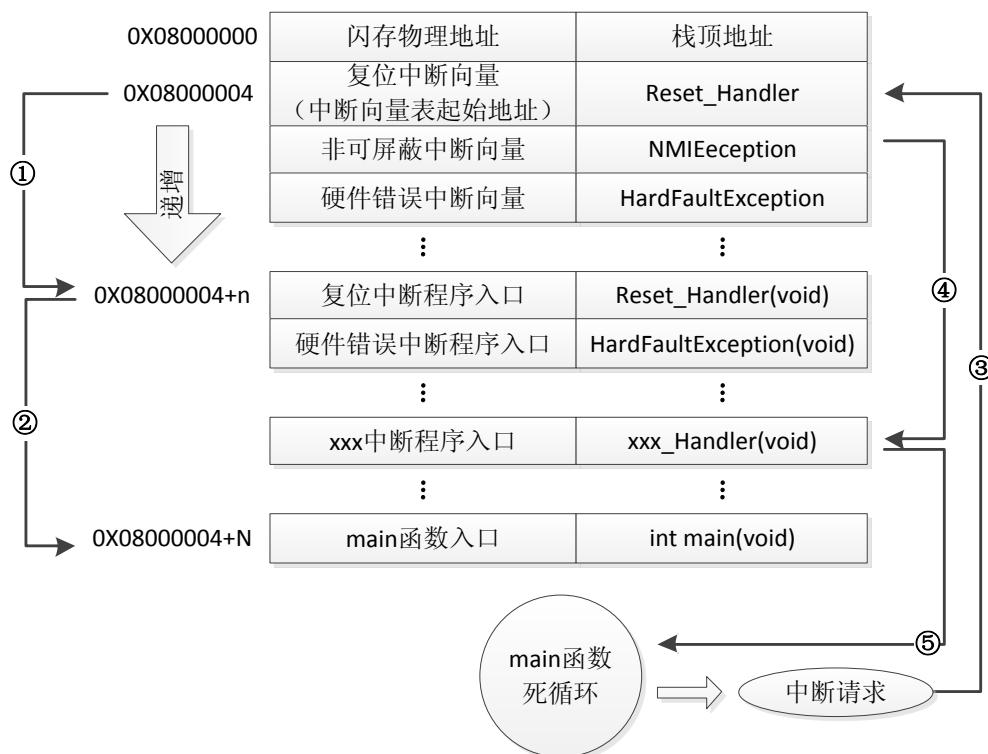

图 37.1.1 STM32 正常运行流程图
我们先来看看 STM32 正常的程序运行流程，如图 37.1.1 所示：
在图 37.1.1 中，STM32 在复位后，先从 0X08000004 地址取出复位中断向量的地址，并跳转到复位中断服务程序，如图标号①所示；在复位中断服务程序执行完之后，会跳转到我们的 main 函数，如图标号②所示；而我们的 main 函数一般都是一个死循环，在 main 函数执行过程中，如果收到中断请求（发生重中断），此时 STM32 强制将 PC 指针指回中断向量表处，如图标号③所示；然后，根据中断源进入相应的中断服务程序，如图标号④所示；在执行完中断服务程序以后，程序再次返回 main 函数执行，如图标号⑤所示。
址，并跳转到复位中断服务程序，在运行完复位中断服务程序之后跳转到 IAP 的 main 函数，如图标号①所示，此部分同图 37.1.1 一样；在执行完 IAP 以后（即将新的 APP 代码写入 STM32 的 FLASH，灰底部分。新程序的复位中断向量起始地址为 0X08000004+N+M），跳转至新写入程序的复位向量表，取出新程序的复位中断向量的地址，并跳转执行新程序的复位中断服务程序，随后跳转至新程序的 main 函数，如图标号②和③所示，同样 main 函数为一个死循环，并且注意到此时 STM32 的 FLASH，在不同位置上，共有两个中断向量表。